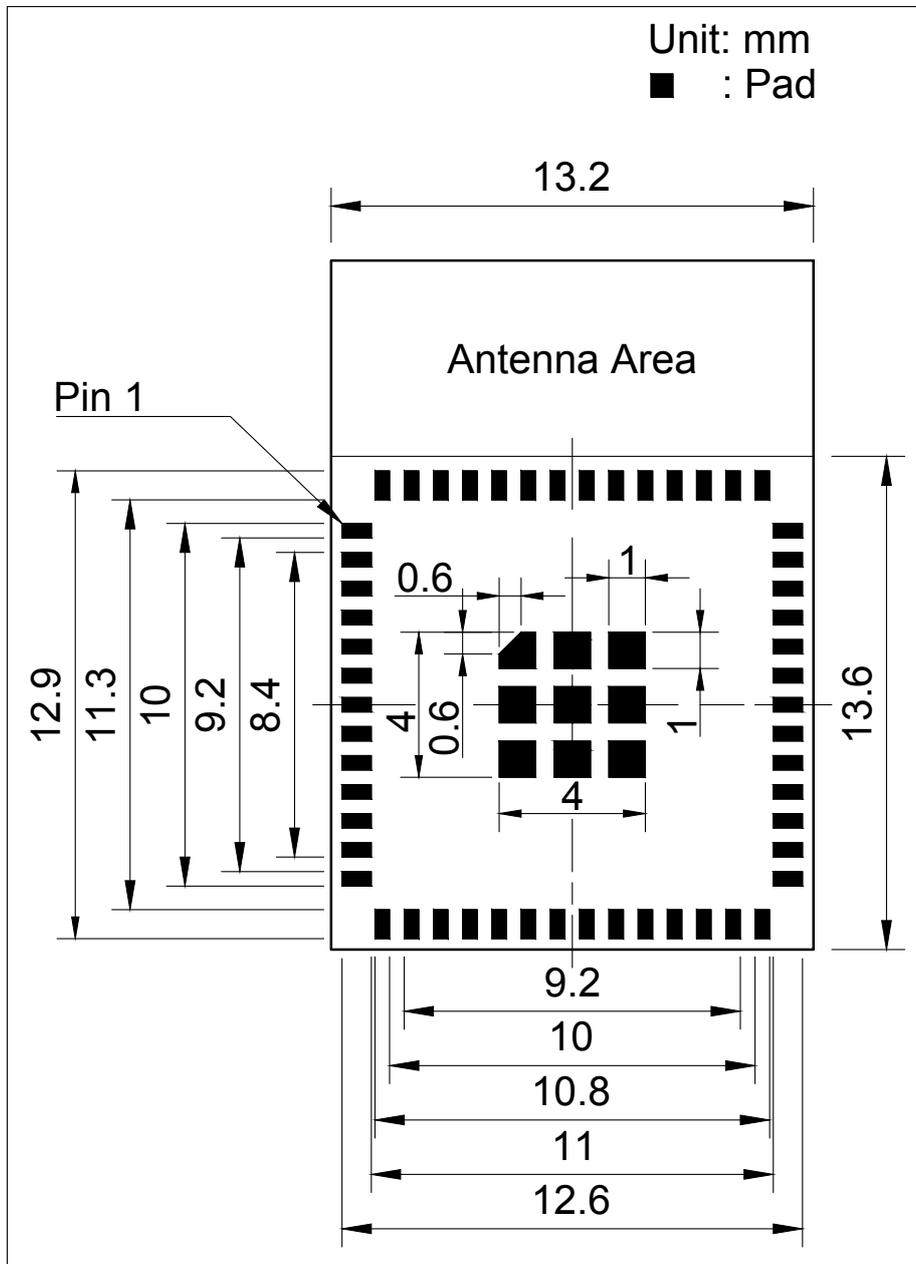
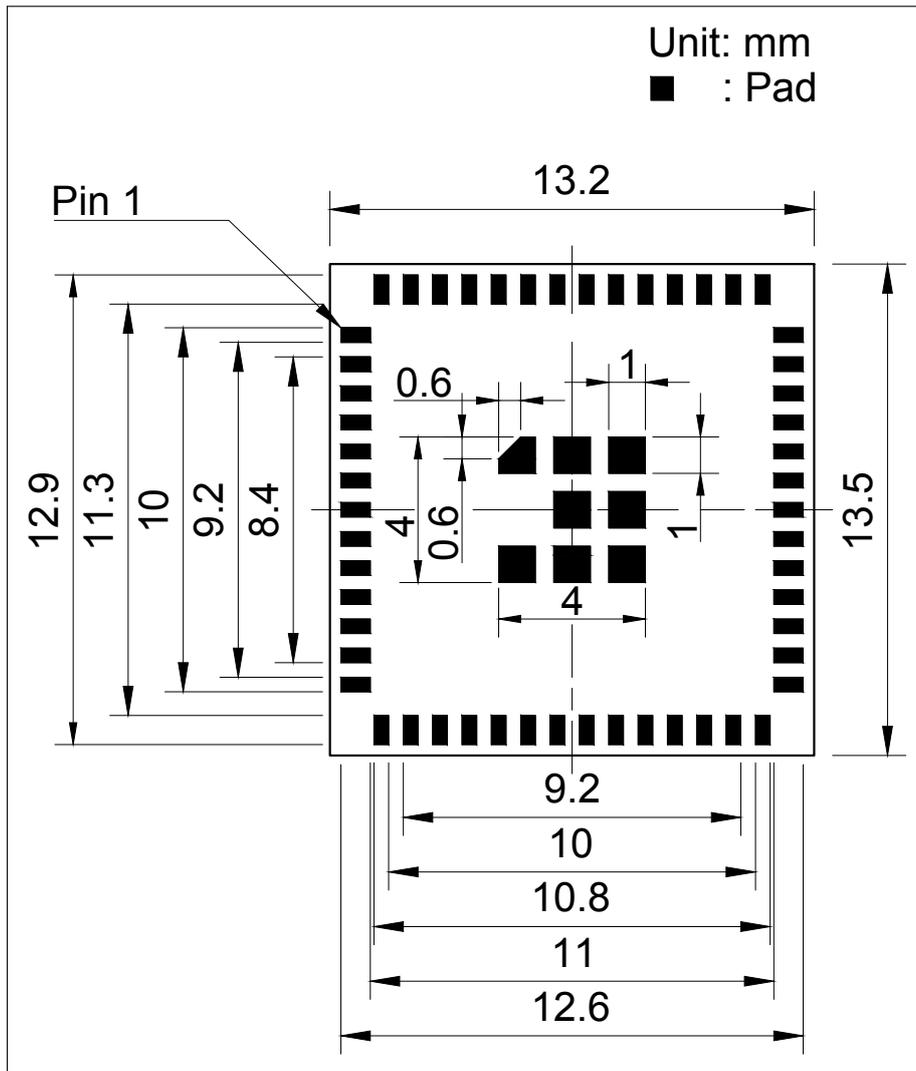

图 13: ESP32-MINI-1 推荐 PCB 封装图形
图 14: ESP32-MINI-1U 推荐 PCB 封装图形
- 推荐 PCB 封装图，标有 PCB 设计所需的全部尺寸。详见图 13 ESP32-MINI-1 推荐 PCB 封装图形 和图 14 ESP32-MINI-1U 推荐 PCB 封装图形。
- 推荐 PCB 封装图的源文件，用于测量图 13 和 14 中未标注的尺寸。您可用 Autodesk Viewer 查看 ESP32-MINI-1 和 ESP32-MINI-1U 的封装图源文件。